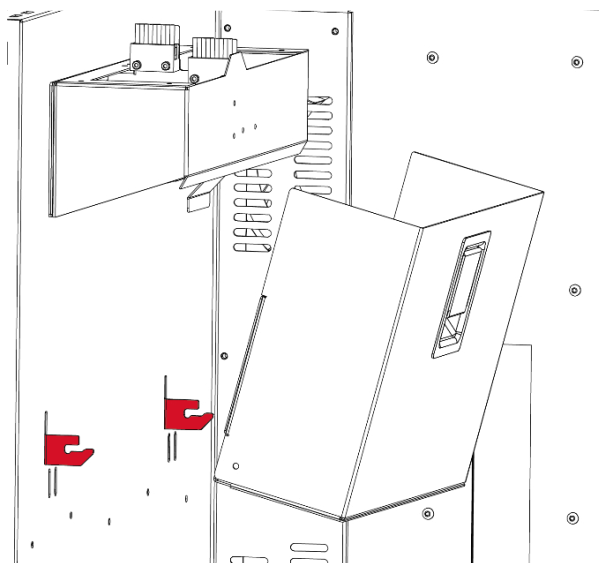
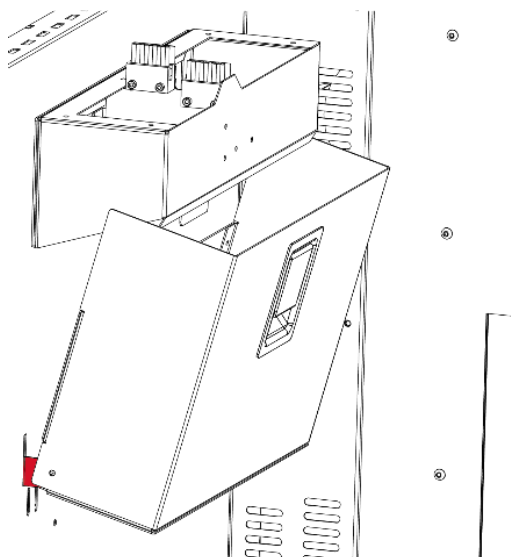

Рис. 17. Монтаж емкости станции очистки – шаг 1
Рис. 18 Монтаж емкости станции очистки - шаг 2
2. Поместить емкость станции очистки под углом к устройству таким образом, чтобы два монтажных крючка в принтере (рис. 17, красные) вошли в выемки в емкости (рис. 18).